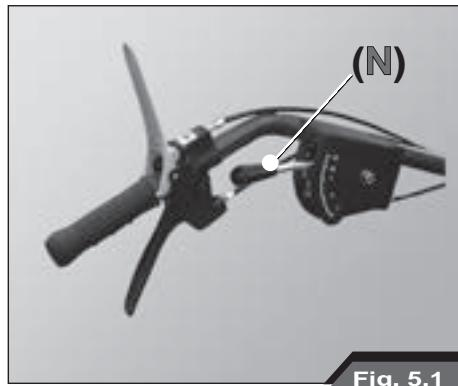

Fig. 5.1
- voor uw veiligheid of de versnellings hendel in de vrijstand staat (**N**, Fig. 5.1).
- Controleer voor uw veiligheid of de hendels van de voortgang van de machine (2) en van de inschakeling van de rotor van de maaibladen (6) in een verticale stand staan.
- Breng de gashendel (5) op de helft van de slag.